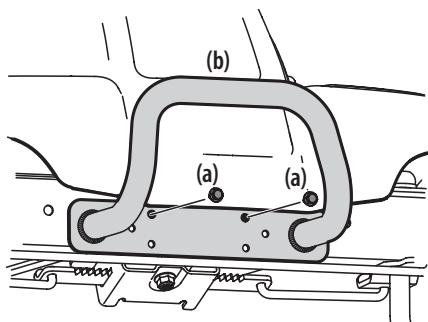

Figura 15
- Extraiga los dos tornillos (a) como se indica en la Figura 15.
- Ubique el paragolpes (b) sobre los orificios de montaje y sujete con los tornillos (a) que extrajo en el Paso 1. Consulte la Figura 15.